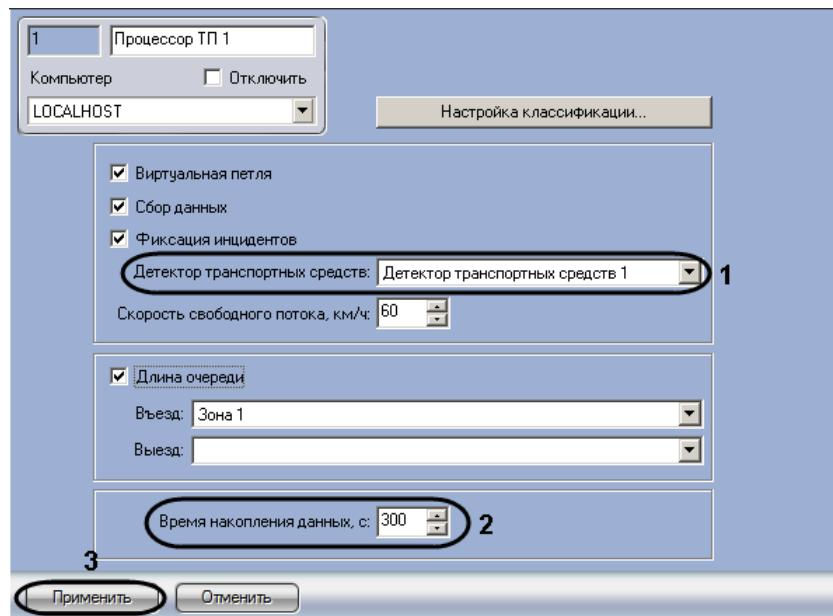

Рис. 7.7—9. Настройка взаимодействия модулей «Процессор транспортного потока» и «Детектор транспортных средств»
- Перейти на панель настройки объекта «Процессор ТП» (см. Рис. 7.7—9)
2. Из раскрывающегося списка «Детектор транспортных средств» выбрать название одноименного объекта, соответствующего требуемому программному модулю (см. Рис. 7.7—9, 1)
3. В поле со списком «Время накопления данных, с» ввести временной период в секундах, в течение которого модуль «Процессор транспортного потока» принимает сообщения от модуля «Детектор транспортных средств» и производит усреднение характеристик транспортного потока (см. Рис. 7.7—9, 2). По истечении данного периода данные сохраняются в базу данных модуля «Процессор транспортного потока»